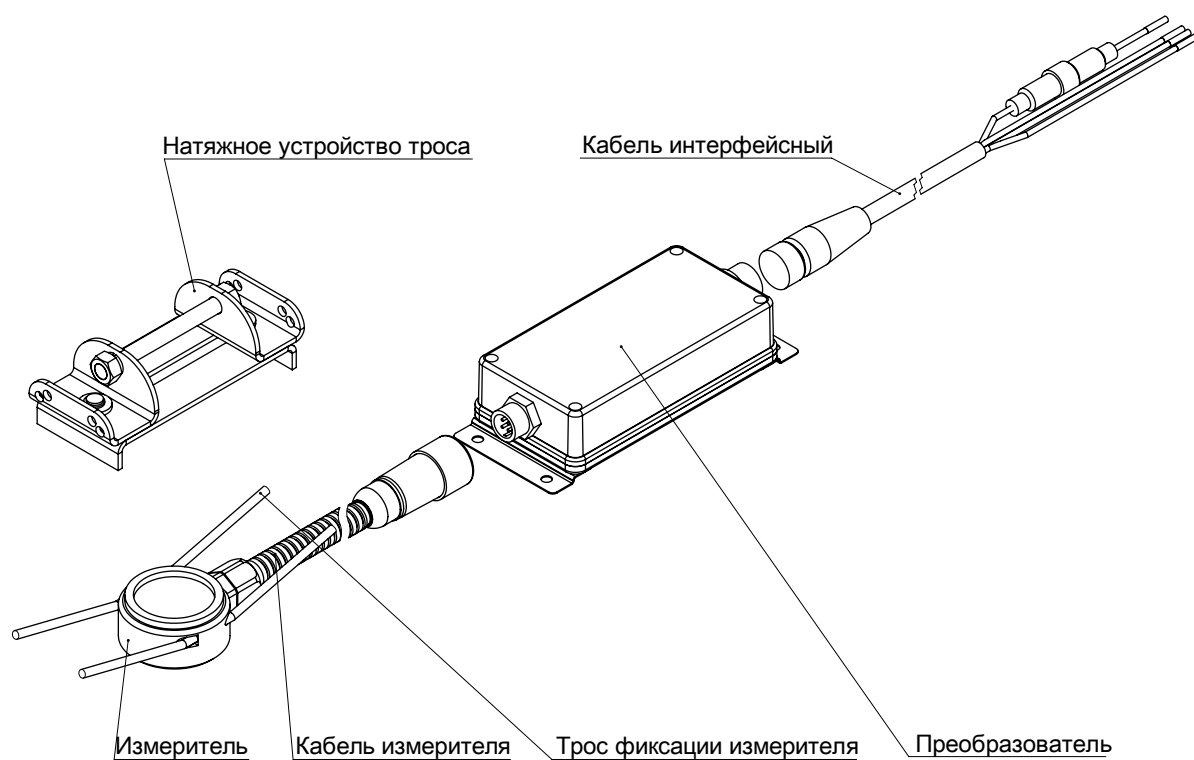

Рис. 6.1 – Общий вид датчика в сборе
9.1 Соединить кабель измерителя с входом преобразователя (рис. 6.1)